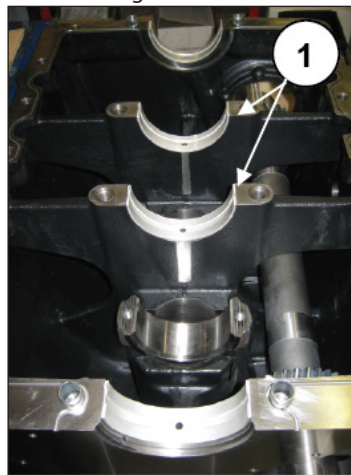
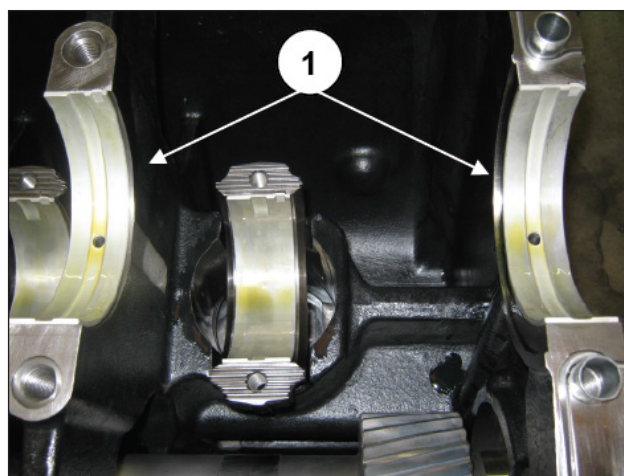

Abb. 37
Abb. 38
Die Kurbelwellenlagerschalen (Pos. ①, Abb. 37 e Abb. 38) in den jeweiligen Sitzen des vorderen Gehäuses belassen, um Verwechslungen zu vermeiden.